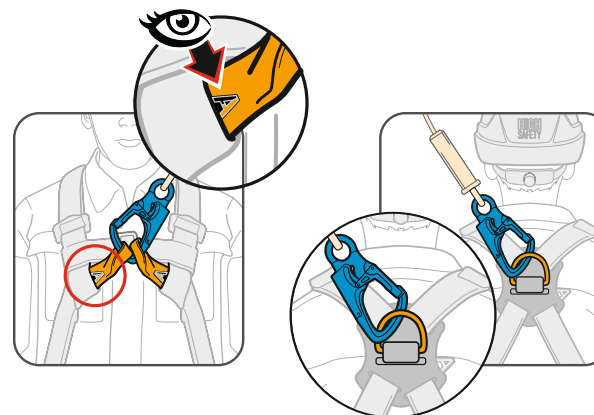

Рис. 12 Соединение СЗВТ BEKAS с точками крепления на привязи.
4. Присоединить СЗВТ при помощи карабина на конце стропа к точке крепления на привязи с маркировкой «А» (буква «А» должна быть полностью закрашена) (рис. 12) или соединив одновременно с двумя точками крепления, обозначенными половиной буквы «А».